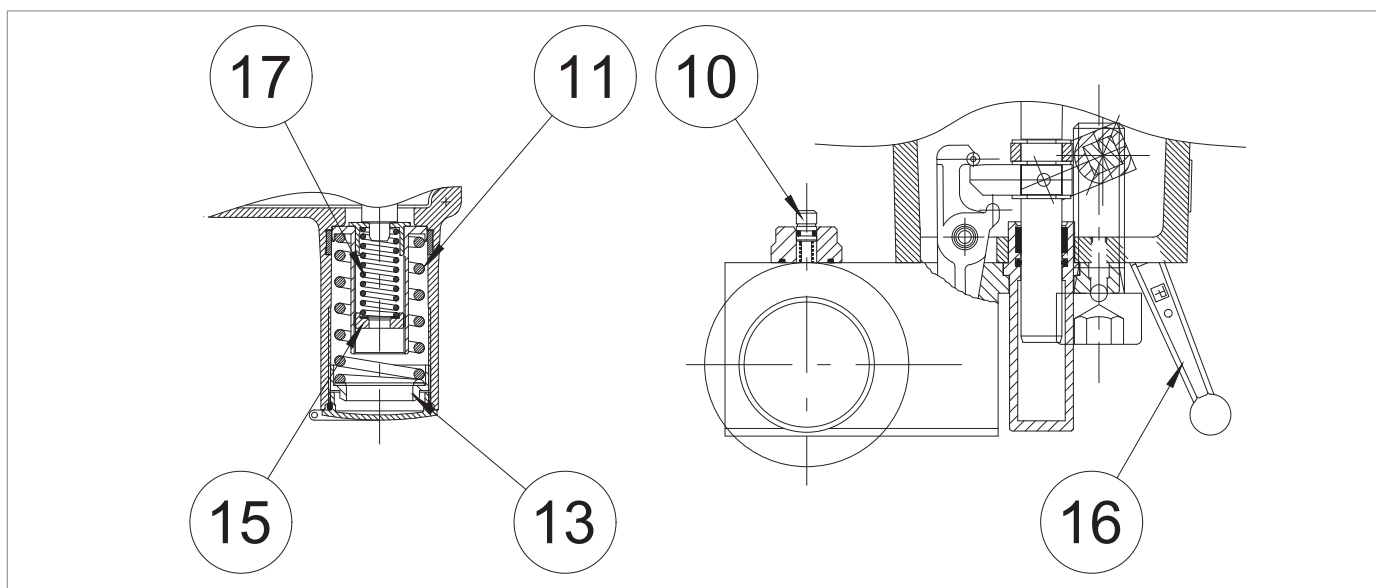

Fig. 8.38. Presostatos modelos 102M/102MH a 105M/105MH
2	Compruebe que la válvula de bloqueo está en posición cerrada. ¡ATENCIÓN! Si la válvula de bloqueo está en posición abierta, ciérrela mediante el botón manual (Fig. 8.38, ref.10).